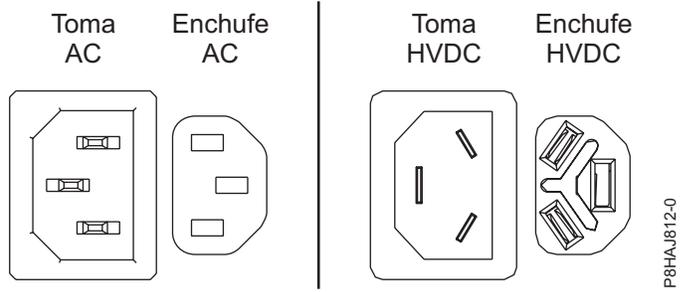
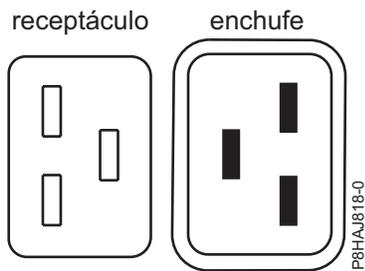
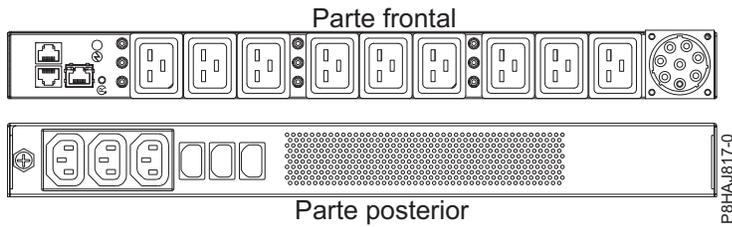

Figura 13. Conectores de CA y HVDC
Figura 14. Conectores para el sistema 8408-44E
Figura 15. PDU para el sistema 8408-44E
En Figura 13 en la página 41 se muestran los conectores admitidos de corriente alterna (CA) y de corriente directa de alto voltaje (HVDC). En Figura 14 en la página 41 y en Figura 15 en la página 41 se muestran los conectores admitidos y la unidad de distribución de alimentación (PDU) para 8408-44E.